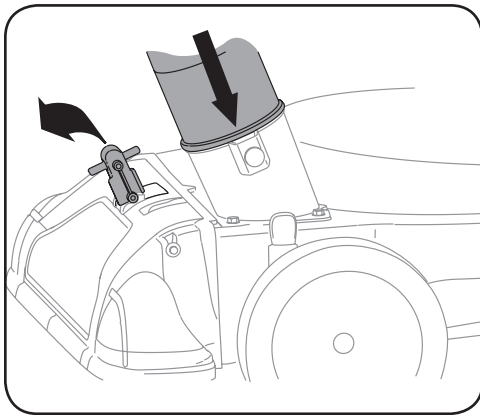

Figura 4-5
12. Coloque la manija del pico / manguera de la aspiradora en la posición de la base del pico para volver a dirigir la aspiración al montaje de la manguera. Vea la Figura 4-5.
13. Para operar el ensamblado de la manguera, el perno con resorte debe estar en el segundo agujero del adaptador de la misma. Vea la Figura 4-5.